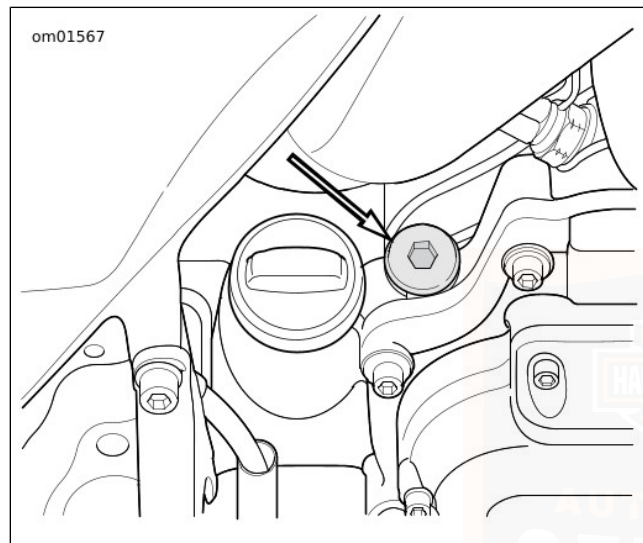

Figura 67. Posizione del tappo del rifornimento/astina di livello dell'olio del cambio
2. Vedere Figura 67 Rimuovere il tappo del rifornimento/l'astina di livello dell'olio del cambio. Pulire l'astina di livello.
1. Vedere Figura 67. Rimuovere il tappo del rifornimento/l'astina di livello dell'olio del cambio.